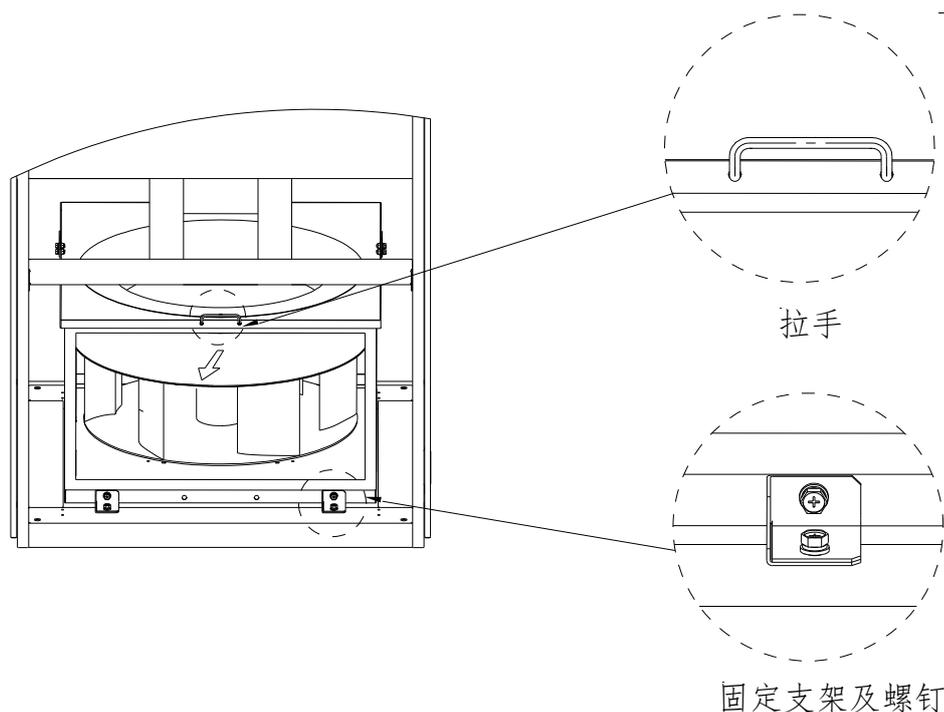

图 3-14 第 2 步示意图
**第 2 步：**拆除风机固定支架的螺钉并取下固定支架，握住拉手，将风机向前平移 2-3cm（如图 3-14 所示）。